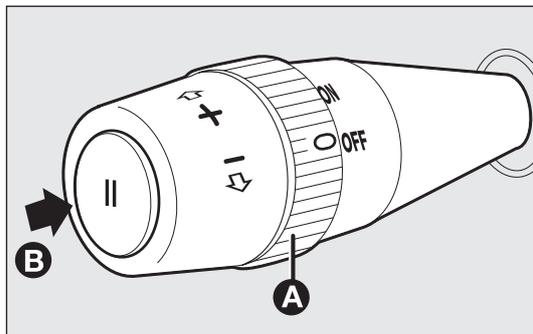

fig. 72
### INSERIMENTO DISPOSITIVO fig. 72
- premere il pulsante B-fig. 72.